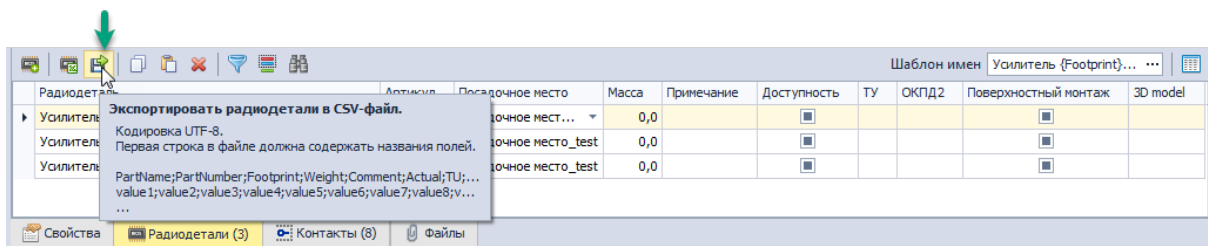

Рис. 321 Экспорт радиодеталей в csv – файл
1. Нажмите на кнопку «Экспортировать радиодетали в csv-файл», обозначенную значком  на панели инструментов закладки «Радиодетали», см. Рис. 321.